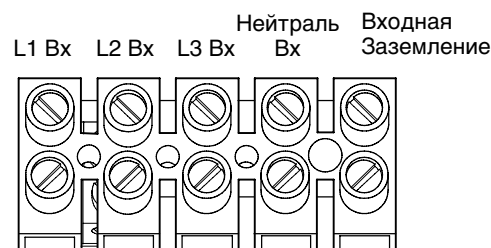

Рисунок 32. Входная клеммная колодка ИБП
9. Подсоедините входной и заземляющий провода к входной клеммной колодке согласно рис. 32 и табл 1.